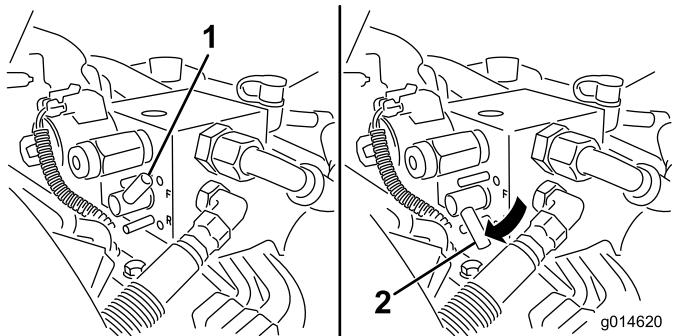

Figura 51
5. Girate la leva di lappatura in posizione di RETROMARCA (R) (Figura 51).